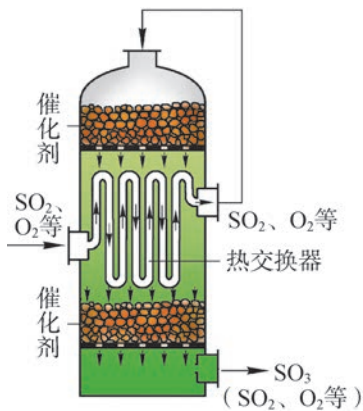

图 6.13 二氧化硫在转化器中的多段催化氧化示意图
转化阶段是硫酸生产的核心，转化率高，则硫的利用率高，对环境的影响小。经过净化处理的混合气体主要含有二氧化硫、氧气和氮气。二氧化硫氧化成三氧化硫是一个可逆反应，这步反应是在转化器里进行的（图 6.13）。反应时使用五氧化二钒作催化剂，在 475℃ 时的化学反应速率比不用催化剂时提高了  $1.6 \times 10^8$  倍。
2. 二氧化硫和空气进入转化器时(图 6.13),从转化器里的热交换器内管流过,再从塔顶进入催化剂层,而后从热交换器管外流出,进入下一层的催化剂,最后流出转化器,这样的设计有什么好处?